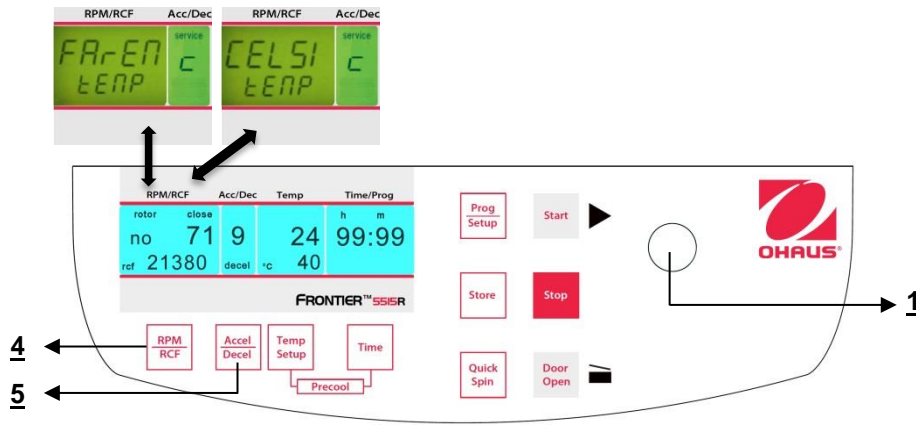

Figura 32
Procedere come descritto al punto 4.1.2 per inserire questa modalità programma e poi premere il tasto **"Accel/Decel"** (5). **Sul display "Acc/Dec" (A-2) compare la parola "Service"** . Selezionare adesso la lettera **"C"** con la manopola di regolazione (1). Di conseguenza, sul display **"RPM | RCF"** (A-1), appaiono le parole **"CELSI/temp"** . Se si preme il tasto **"RPM | RCF"** (4), lampeggia la parola **"CELSI"** e si può modificare il display Fahrenheit **"FAREN"** , con la manopola di regolazione(1) (Vedere figura 32).